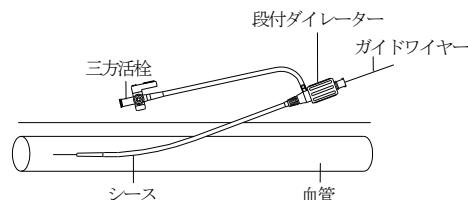

図3
9. 一体化したシース・段付ダイレーターを、外部に出ているガイドワイヤーに通して、できるだけ皮膚と平行になるようにして血管内に挿入する（図3参照）。